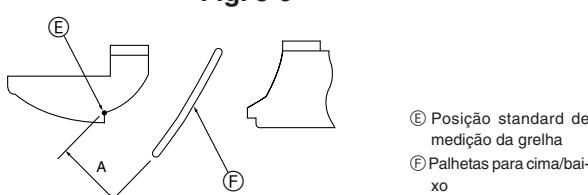

Fig. 5-10
- Para ajustar a direcção de fluxo do ar pretendida, mova lentamente as palhetas para cima/baixo dentro do limite especificado. (Fig. 5-10)